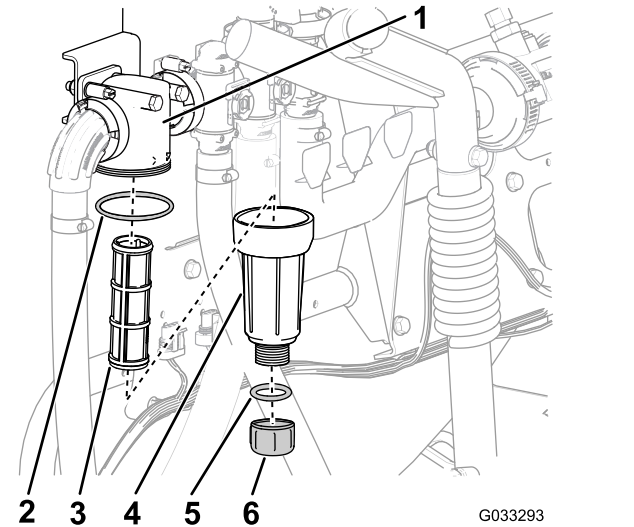

图 61
2. 在压力式滤清器下放置一个排放盘 图 61。
3. 逆时针旋转排油塞然后将其从压力式滤清器的油碗中取出 图 61。
4. 逆时针旋转油碗然后将其从滤清器头中拿出图 61。
5. 拆下旧压力式滤清器的滤芯图 61。
6. 检查排油塞的 O 形圈在油碗内侧和油碗的 O 形圈在滤清器头内侧是否有磨损和损坏图 61。
7. 将新的压力式滤清器滤芯安装到滤清器头中图 61。
8. 将油碗安装到滤头上并用手紧固图 61。
9. 将排油塞安装到油碗上并用手紧固图 61。